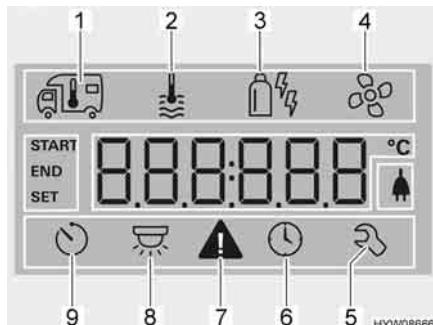

Fig. 110 Display
- Ruotare la manopola/il pulsante (Fig. 109,6), finché il simbolo del menu del riscaldamento (Fig. 110,1) lampeggia.
- Ruotare la manopola/il pulsante (Fig. 109,6), finché il simbolo del menu relativo alla modalità di funzionamento (Fig. 110,3) lampeggia.
- Ruotare la manopola/il pulsante (Fig. 109,6), finché il simbolo del menu delle ventole (Fig. 110,4) lampeggia.
- Ruotare la manopola/il pulsante (Fig. 109,6), finché il simbolo del menu del timer (Fig. 110,6) lampeggia.
- Premere la manopola/il pulsante. Il timer è attivato. Il simbolo del timer (Fig. 110,6) lampeggia quando il timer è programmato e attivo.
In caso di avviso, il relativo simbolo lampeggia (Fig. 110,7). Il riscaldamento rimane in funzione. Se si tratta solo di un guasto temporaneo, il simbolo di avvertimento si spegne autonomamente.